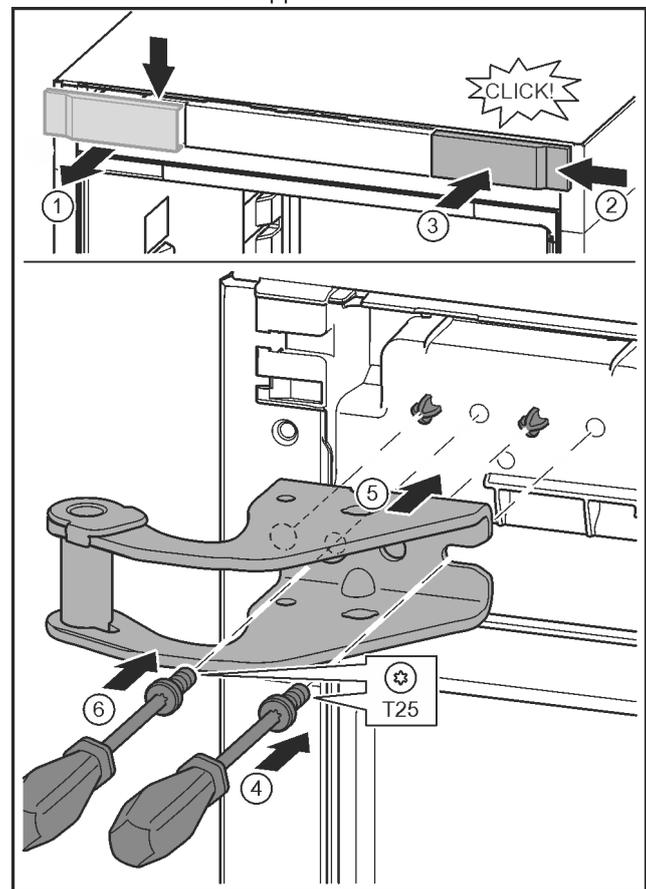

Fig. 15
- ▶ Staccare la copertura e rimuovere lateralmente. Fig. 15 (1)
- ▶ Agganciare la copertura ruotata di 180° sull'altro lato da destra. Fig. 15 (2)
- ▶ Inserire a scatto la copertura. Fig. 15 (3)
- ▶ Applicare la vite con il cacciavite T25. Fig. 15 (4)
- ▶ Applicare il blocco di supporto superiore. Fig. 15 (5)
- ▶ Serrare la vite. Fig. 15 (4)
- ▶ Applicare la vite con il cacciavite T25 e serrare. Fig. 15 (6)